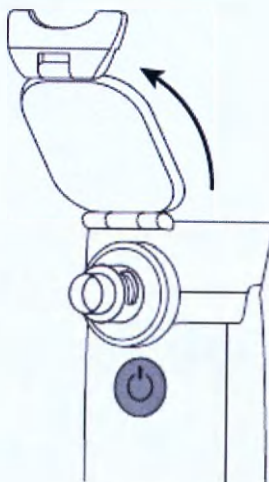

Рисунок 5
2. Откройте крышку ингаляционной камеры, подняв защелку (см. рисунок 5). Залейте лекарственный раствор в отсек для лекарств.